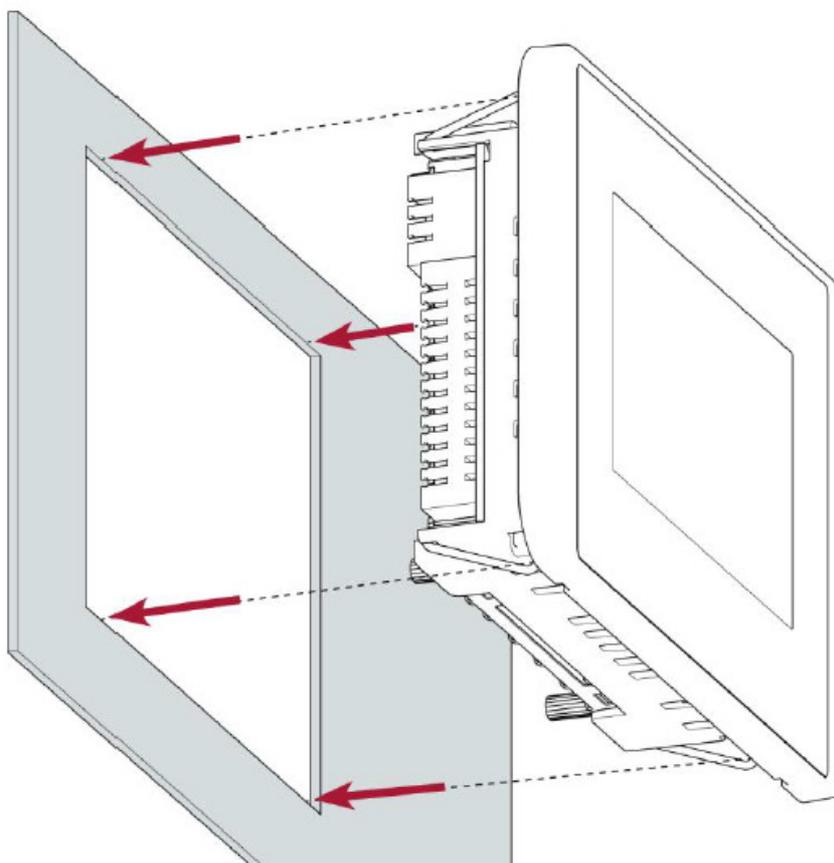

Рисунок 7.6 — Установка контроллера в отверстие
2. Вставить контроллер в монтажное отверстие и убедиться что все 4 фиксатора защелкнулись (см. рис. 7.6).